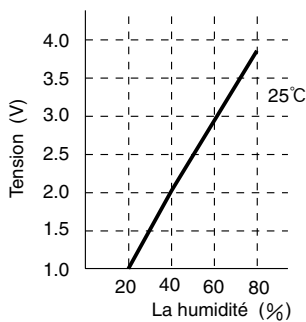

Fig. 5-2
- Une impulsion 5V de largeur différente est fournie de la sortie (broche ②) du capteur d'humidité selon l'humidité détectée. C301 fournit une impulsion de sortie régulière, qui change en caractéristiques de tension-humidité comme indiqué sur la Fig. 5-2. Le microprocesseur détecte et contrôle l'humidité en lisant directement cette tension.